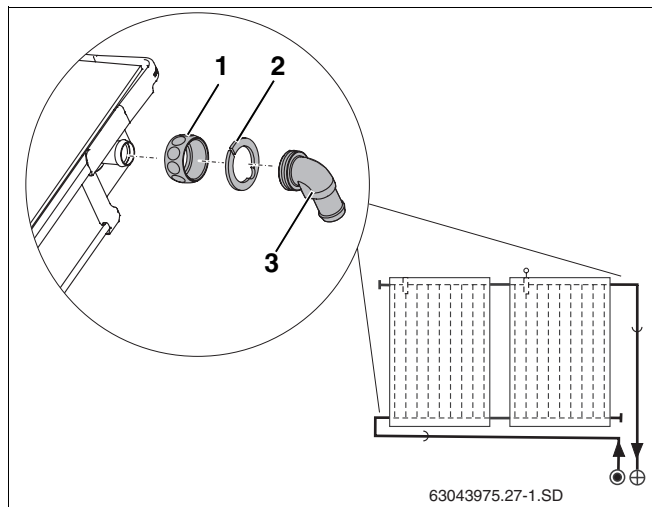

Fig. 22 Montaje de las boquillas en ángulo
- ▶ Deslice la tuerca de racor (fig. 22, **pos. 1**) sobre las conexiones del colector.
- ▶ Coloque la arandela de sujeción (fig. 22, **pos. 2**) por detrás del borde reforzado de la conexión del colector y júntelas hasta unir las.
- ▶ Corrija la orientación de la boquilla en ángulo con junta tórica (fig. 22, **pos. 3**) y enrósquela con la tuerca de racor.